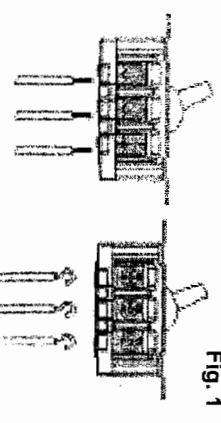

Fig. 1
Figure / Figura / Figure 1 : Contactor and Starter Assembly / Montaje del contactor y arrancador
*Melting alloy overload relay:* incorporates one or three thermal units. Its contact unit (item 6 in Figure 1) is available with a N.O. or N.C. isolated alarm contact, in addition to the standard N.C. contact. The contact unit with alarm circuit contacts is field-installable (see Table 5).
*Relais de surcharge à fusion d'alliage :* incorpore une ou trois unités thermiques. Son unité de contact (article 6, figure 1) est disponible avec un contact d'alarme isolé N.O. ou N.F. en plus du contact N.F. standard. L'unité de contact avec les contacts de circuit d'alarme peut être installée sur place (voir le tableau 5).